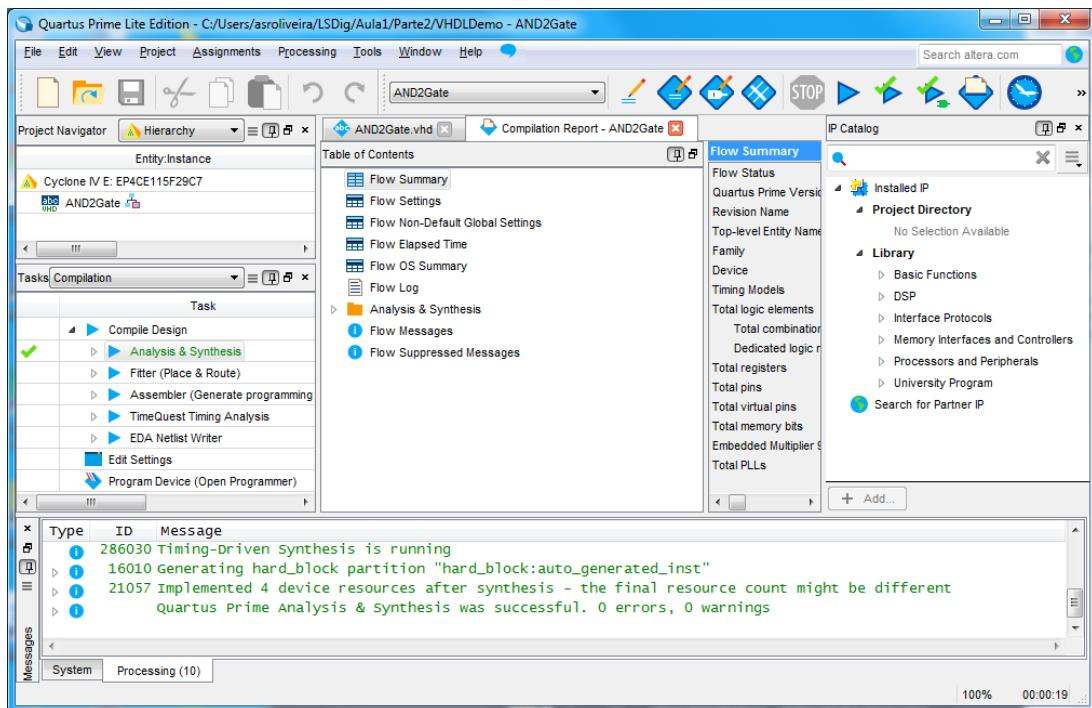

Figura 36 – “Quartus Prime” IDE após a execução da “Analysis & Synthesis”.
**6.** Seguidamente vai ser validado por simulação o comportamento da porta lógica modelada. No entanto, antes de efetuar a simulação, execute a opção “Analysis & Synthesis” para que a correção sintática e estrutura do projeto sejam analisadas. Após a execução da “Analysis & Synthesis” o IDE deve apresentar o aspeto da Figura 36.